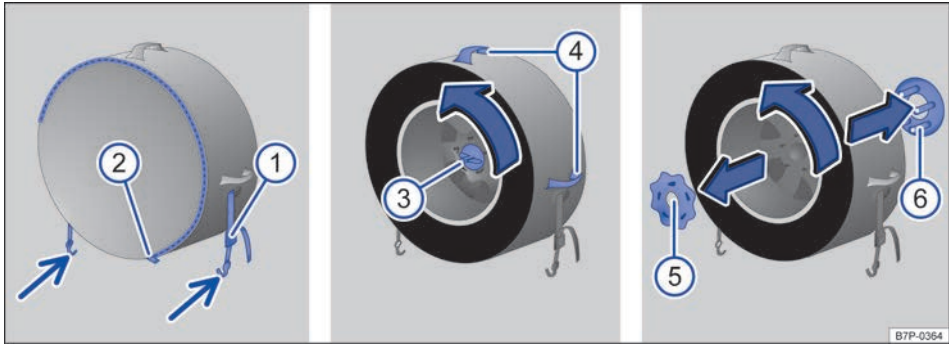

Fig. 284 En el maletero: desmontar la rueda de repuesto y extraerla.
- Suelte el cinturón de fijación → fig. 284 (1) de la funda de la rueda de repuesto y extraiga los dos ganchos (flechas) de las argollas de sujeción.
- Abra la cremallera (2) de la funda de la rueda lo más que se pueda.
- Suelte el tornillo central (3) del centro de la rueda en el sentido contrario al de las agujas del reloj con la llave de rueda y desenrózquelo del todo.
- Cierre completamente la cremallera (2) de la funda de la rueda.
- Extraiga la rueda del maletero levantándola por los asideros (4) y sitúela a una distancia prudencial del tráfico rodado.
- Sujete la placa (6), gire a continuación la arandela de seguridad (5) hasta el tope en el sentido contrario al de las agujas del reloj y retírela junto con la placa (6).
- Coloque la placa (6) en la rueda desmontada.
- Coloque la arandela de seguridad (5) y gírela en el sentido de las agujas del reloj hasta que la placa (6) quede bien fijada.
- Cierre la cremallera (2) de la funda de la rueda de repuesto e introduzca la rueda en el maletero levantándola por los asideros (4).
- Centre la funda de la rueda de repuesto de tal forma que los dos ganchos (flechas) del cinturón de fijación (1) se puedan enganchar en las argollas de sujeción por igual.
- Enrosque el tornillo (3) en el centro de la rueda cambiada por completo y apriételo con la llave de rueda.
- Enganche los dos ganchos → fig. 284 (flechas) del cinturón de fijación (1) en las argollas de sujeción y a continuación tense el cinturón.